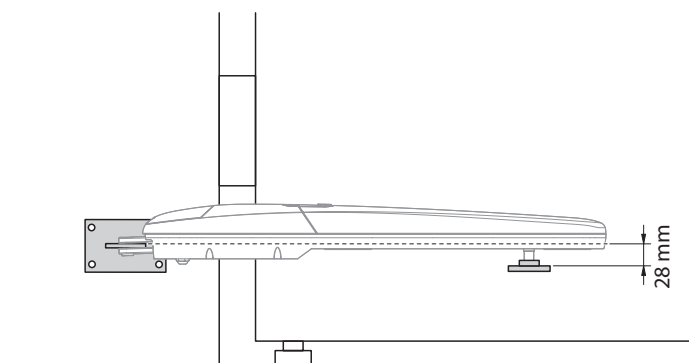

Fig. 4
**AVISO!** - Antes de fixar o suporte traseiro, certifique-se que o suporte frontal vai ser fixado numa parte sólida da folha do portão; o suporte frontal terá de ser fixado a uma altura diferente do que o suporte traseiro (**Fig. 4**).
02. Defina a altura de instalação do suporte de fixação frontal de acordo com a fig. 4;